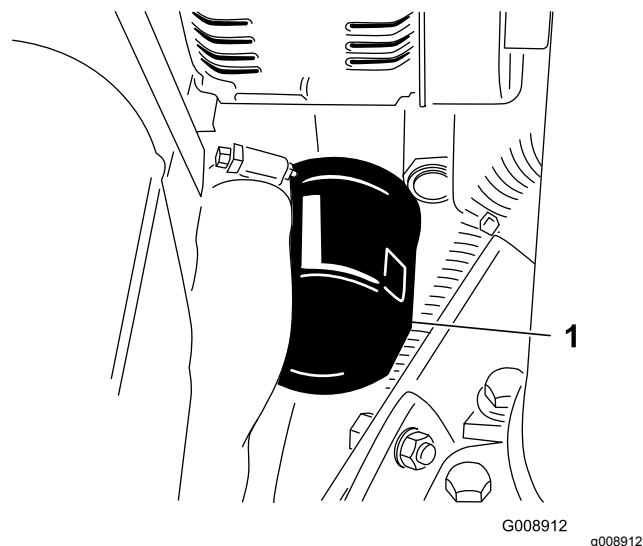

Рисунок 64
2. Снимите масляный фильтр (Рисунок 64).